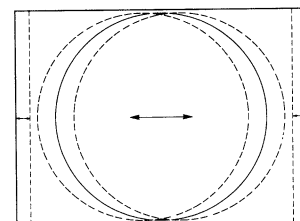

Bild 1
- d) Stellen Sie die horizontale Phase so ein, daß Sie eine Position finden, in der die horizontale Austastung nicht sichtbar ist (Bild 1).